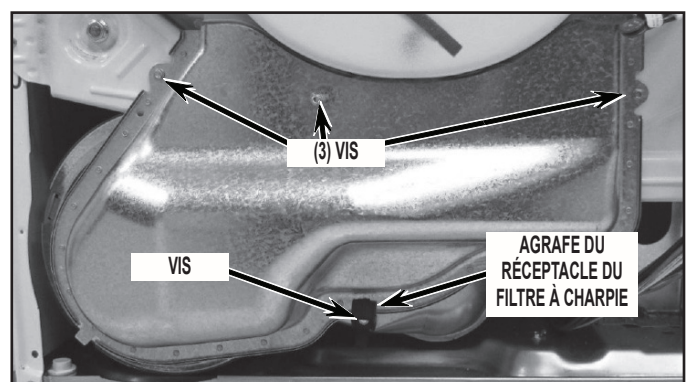

FIGURE 11
13. Déposer le réceptacle du filtre à charpie – ôter d'abord les quatre (4) vis et l'agrafe identifiées à la *Figure 11*.